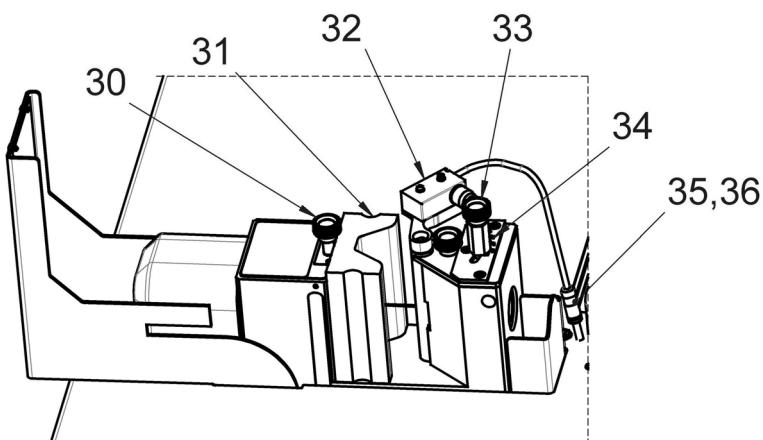

Imagen 5: Flexión de pletinas y barras
La flexión de guías de cobre o de aluminio se realiza con una matriz dobladora (imagen 5, 31), que dobla la pieza por los dos lados por encima de un mandril.
- Insertar la matriz dobladora (Imagen 5, 31) en el alojamiento herramienta del pistón de carga y bloquear con el tornillo de bloqueo (Imagen 5, 30).
- Insertar el limitador de ángulo electrónico (Imagen 5, 32) en el orificio semiabierto del cuerpo principal.
- Introducir el conector (Imagen 5, 35) del cable de conexión en la toma (Imagen 5, 36) detrás del bloque de trabajo.
- Ajustar el ángulo de flexión deseado en el tornillo de ajuste (Imagen 5, 33) con la ayuda de la escala de ángulos (Imagen 5, 34).